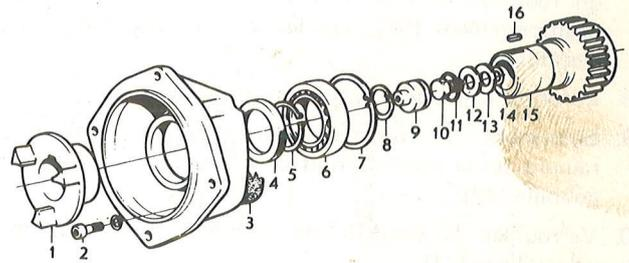

Figure 64. Carter avant
2. Enfoncez le roulement (6, figure 64) dans le carter avant en se servant du mandrin 884500.
3. Verrouiller le roulement avec le jonc de verrouillage (7).
4. Enfoncez le pignon (15) dans le roulement en se servant du mandrin 884263.
5. Verrouiller le pignon avec le jonc de verrouillage (5).
6. Afin de protéger la bague d'étanchéité (4) en cours de montage, commencer par poser la douille 884487 à l'extrémité de l'axe du pignon. Mettre un peu de graisse à la bague d'étanchéité et monter cette dernière (face munie d'un ressort tournée du côté du roulement).
- REMARQUE: La bague d'étanchéité doit être enfoncée jusqu'à ce qu'elle se trouve dans le même plan que le bord du carter mais pas plus loin. Enlever la douille et fixer la clavette (16).**
3. Monter la clavette (16, figure 64) sur le pignon (15). Chauffer le flasque d'entraînement jusqu'à environ 150°C et le remonter.